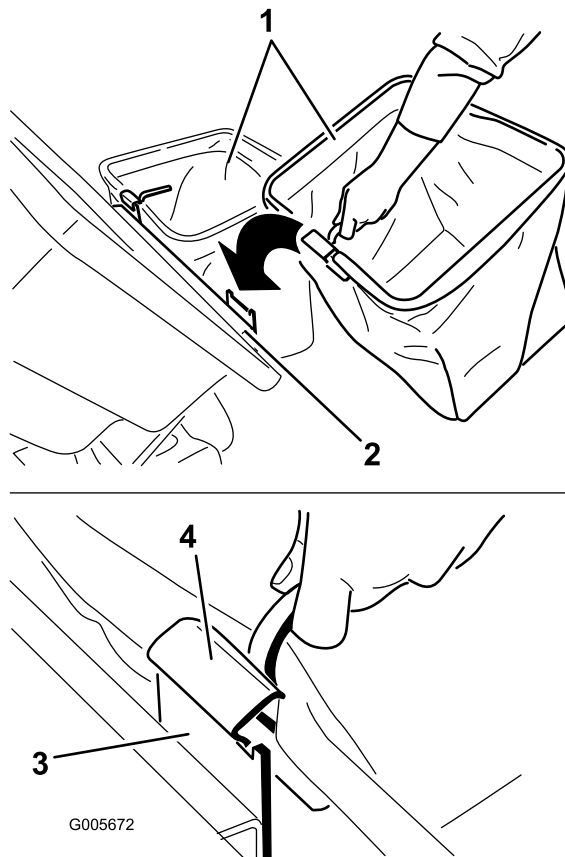

Figura 29
5. Montați sacii prin glisarea cârligelor cadrului sacului pe suportii de fixare (Figura 29).